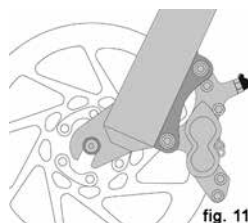
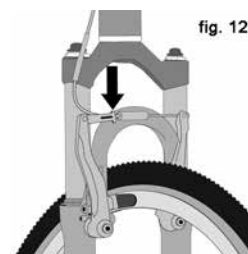

fig. 11
fig. 12
3. 自転車のブレーキの中にはディスクブレーキ(図11)やリニアブルブレーキ(図12)など制動力がとて強靭なものもあります。これらのブレーキは慣れるまで十分に気を配り、使う際には特に気を配ってください。
大半のリムブレーキはホイールを着脱する際ブレーキパッドがタイヤを妨げないようにする何らかのクイックリリース機構を備えています。クイックリリースがOPEN(オープン)の位置だとブレーキは働きません。自身のブレーキのクイックリリース機能(図12、13、14、15を参照)については購入店で説明を受け理解する必要があります。また乗る前にはその都度両方のブレーキが正確に動くか確認してください。